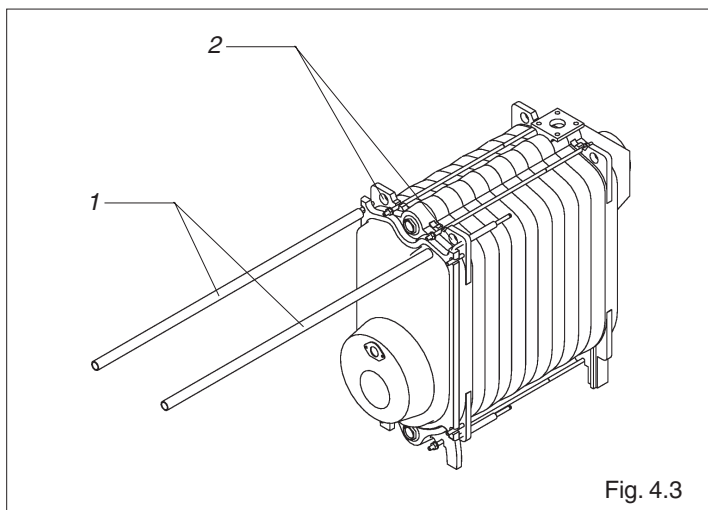

Fig. 4.3
- Lyft upp värmepannan med två 3/4" rör (1) stick in dem i lyftringarna (2) som visas på (fig. 4.3).